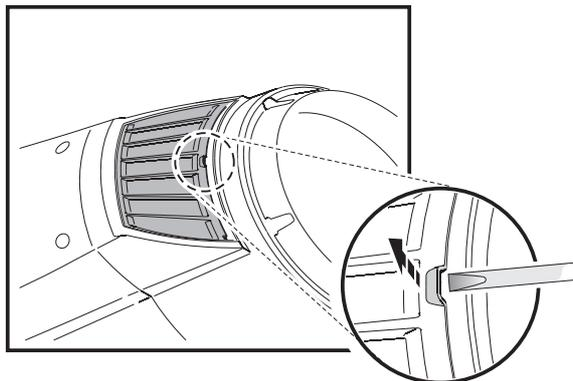

Figure 17: Filtres à air de la tête
2. Voir Figure 17. Sur chaque côté de la tête, utilisez un petit tournevis plat pour soulever l'avant du porte filtre. Glissez un tournevis plat sous chaque angle pour les déclipser. Tirez le porte filtre vers l'avant pour le dégager.